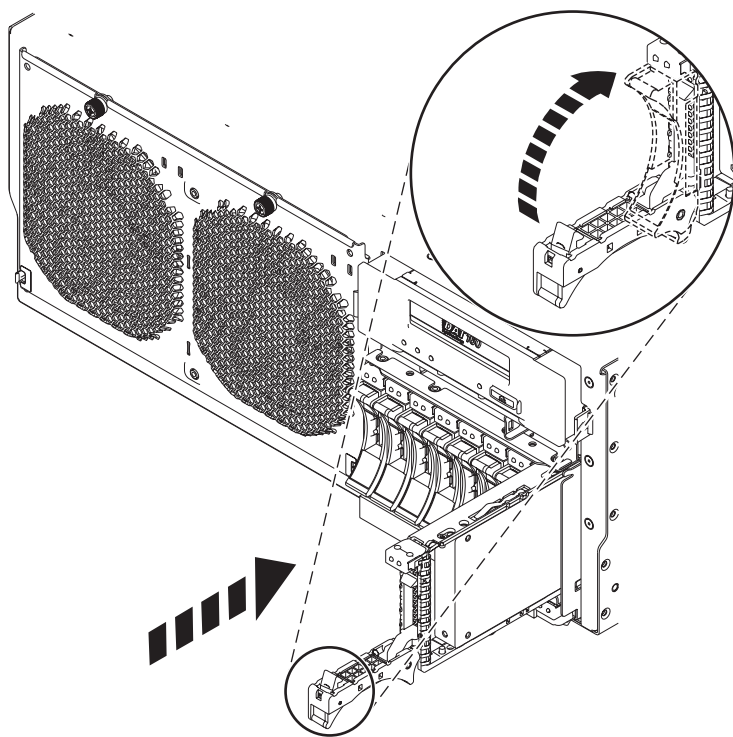

Figura 1. Instalación de una unidad de disco en el sistema
7. Cuando el LED de identificación se encienda de manera fija, deslice la unidad hasta el fondo del sistema o de una unidad de expansión y empuje hacia adentro el asa de la unidad hasta que quede encajada. Consulte Figura 1.